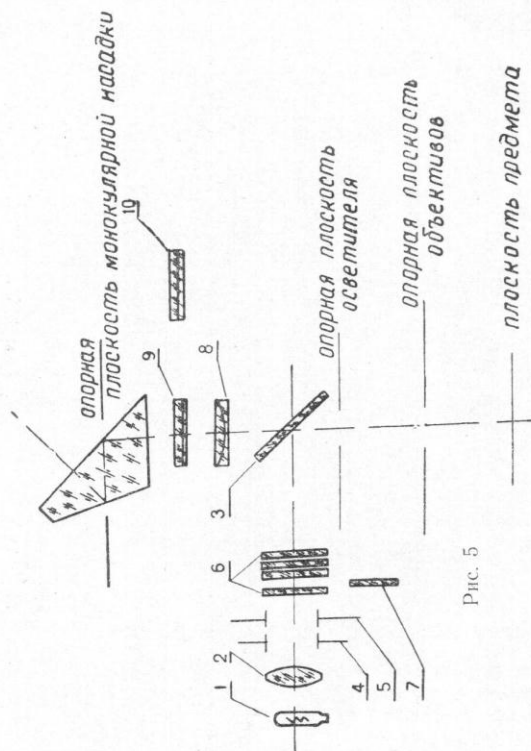

Рис. 5
Оптическая схема люминесцентного осветителя показана на рис. 5.
В корпусе 12 расположены две полевые ирисовые диафрагмы 4 (см. рис. 5) и 5. Изменение диаметра полевых диафрагм осуществляется поворотом рукояток 19 (см. рис. 6) и 20 соответственно.
рые устанавливаются светофильтры 6 (см. рис. 5) возбуждения либо при освещении поляризованным светом поляфильтр-поляризатор 7. В корпусе головки 13 (см. рис. 6) закреплены на салазках две светоделительные пластины, каждая из которых устанавливается в рабочее положение в соответствии с гравировкой на корпусе головки: «Л» — люминесценция, «П» — поляризованный свет.
В верхней части корпуса головки установлены салазки с дополнительной линзой 8 (см. рис. 5), которая вводится в рабочее положение рукояткой 23 (см. рис. 6); при этом рукоятка 23 вдвигается до упора.
Рукояткой 24 вводятся в ход лучей попеременно запирающий светофильтр 9 (см. рис. 5) ЖС18+ЖЗС19 или поляфильтр-анализатор 10. При выдвинутой рукоятке 24 (см. рис. 6) в рабочее положение устанавливается запирающий светофильтр, при вдвинутой — анализатор. Этой же рукояткой анализатор разворачивается в пазу корпуса головки на 90° для получения контрастного изображения.
7.4.2. Настройте освещение так же, как при работе в свете люминесценции, и установите в ближнее к фонарю с лампой гнездо теплозащитный светофильтр из комплекта осветителя, а затем поляфильтр-поляризатор 7 (см. рис. 5) (также из комплекта осветителя) металлической рукояткой вверх. Введите в ход лучей поляфильтр-анализатор 10 (см. рис. 5) рукояткой 24 (см. рис. 6) и разверните его этой же рукояткой на 90°.
7.4.4. Разворачивая поляфильтр-поляризатор 7 (см. рис. 5) в его гнезде на небольшой угол, добейтесь наилучшего контраста исследуемого объекта.